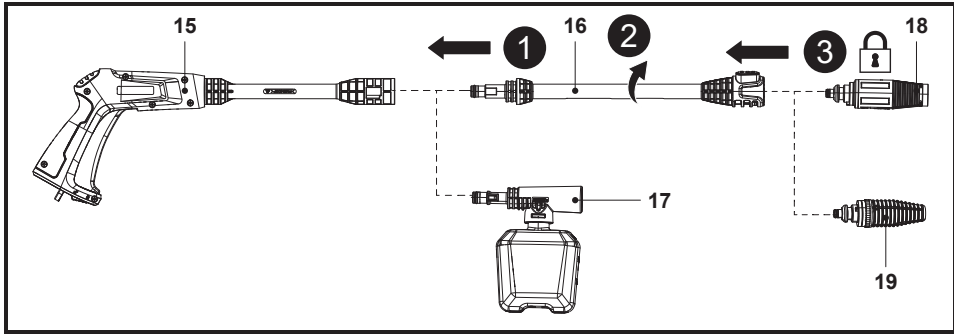

Fig. 2
1. Aligner et insérer la lance télescopique (16) ou la buse pour flacon de détergent (17) dans l'extrémité du pistolet de pulvérisation (15) (Fig. 2, étape 1).
2. Enfoncer et faire tourner la lance télescopique (16) ou la buse pour flacon de détergent (17) dans le sens horaire sur le pistolet de pulvérisation (15) jusqu'à ce qu'elle soit serrée à la main pour la verrouiller (Fig. 2, étape 2).
3. Aligner les deux robinets de buse sur les fentes de la lance télescopique (16), puis insérer la buse turbo (18) ou la buse variable (19) jusqu'au bout (Fig. 2, étape 3).